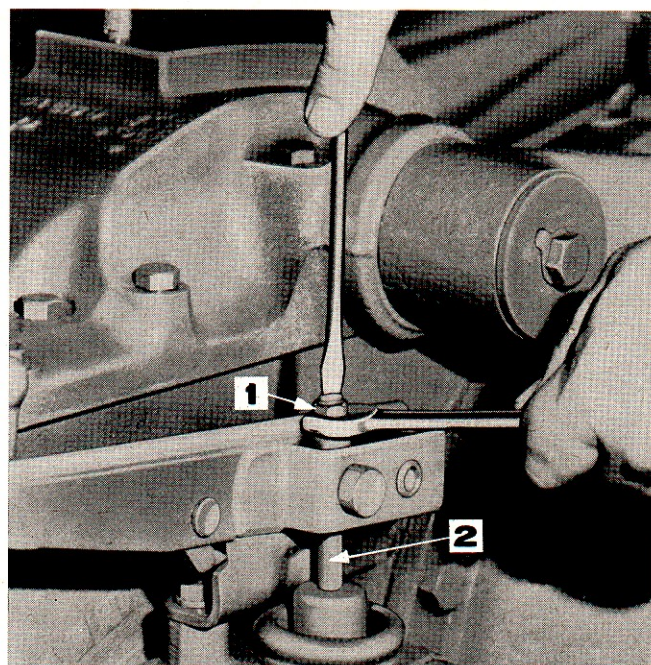

Figure 4: Réglage du frein à main sur transmission
2. Maintenir la tringle de commande avec un tournevis pour l'empêcher de tourner (Figure 4), et faire tourner le contre-écrou dans le sens de la montre jusqu'à ce que le frein soit bloqué.